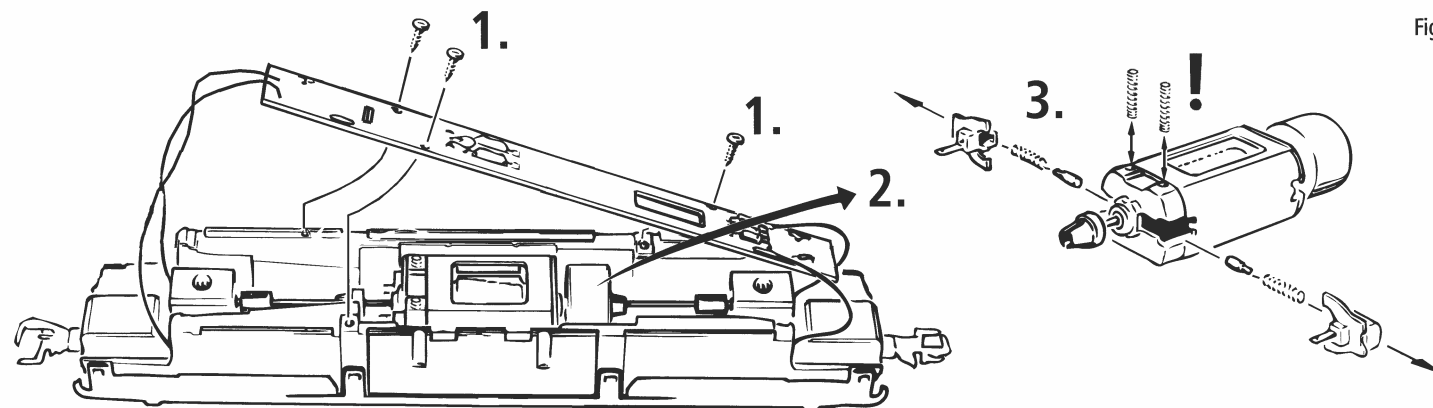

Fig. 8
2. Schmierung: Versehen Sie die im Schmierplan in Fig. 8 gekennzeichneten Stellen mit nur **kleinen Öltropfen**. Dazu zuerst das Lokgehäuse abnehmen (Fig. 3). Für die regelmäßige Schmierung der Radachsen empfiehlt es sich, zuerst mit größter Sorgfalt den Getriebedeckel abzunehmen. Die dafür notwendige Vorgehensweise wird in Fig. 6 grafisch dargestellt. Zur Schmierung der Getriebeteile (Zahnräder, Schnecke) empfehlen wir das **ROCO-Spezialfett 10905**. Im Falle der Schmierung diese Teile bitte nicht ölen.
2. Graissage: N'appliquez **qu'une tout petite goutte** aux endroits indiqués par le plan de graissage (fig. 8) après avoir démonté la caisse de la locomotive (fig. 3). Nous vous recommandons **le graisseur à huile ROCO réf. 10906**. Pour graisser les engrenages (roues dentées, vis sans fin - fig. 6) nous vous conseillons la **graisse spéciale Roco ref. 10905** pour engrenages en matières synthétiques. Lorsque vous utilisez cette graisse il faut éviter d'huiler ces composants.
2. Lubrication: Apply **tiny oil drops** to spots marked in fig. 8. Prior to lubrication dismantle locomotive (fig. 3). We recommend using item no. **10906, Roco oiler**. For lubrication the gear-parts (e.g. cog-wheels, worm) we would recommend our Roco **special grease** (item No. **10905**).